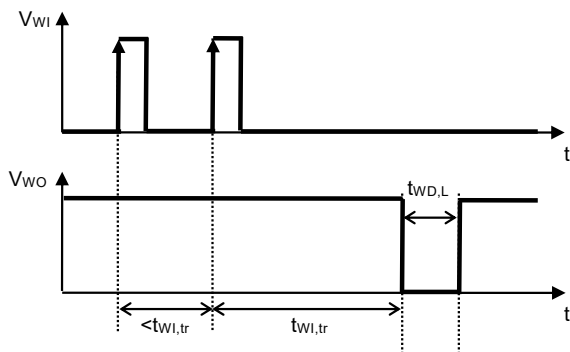

図10 ウォッチドッグトリガ時間
- *1. ウォッチドッグタイマがタイムアウトまたはダブルパルスを検出した後、WO端子が "L" を継続する時間 (図10参照)。この値は C_{DLY} で変更可能です。
- *2. ウォッチドッグタイマがトリガ信号の検出を開始してから、タイムアウトが検出されWO端子出力が "L" に変化するまでの時間 (図10参照)。この値は C_{DLY} で変更可能です。